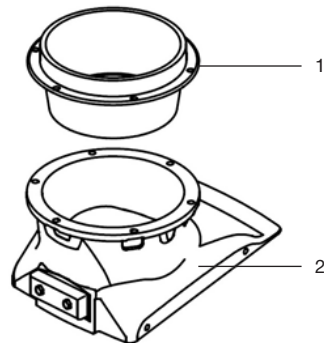

Рис. 36 Коническая втулка
5. Извлеките коническую втулку 1 (Рис. 36).